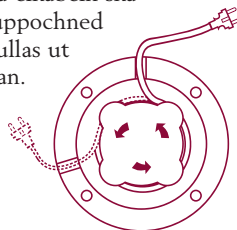

Fig. 4
- använda de lämpliga kabelgenomföringarna (fig. 4).